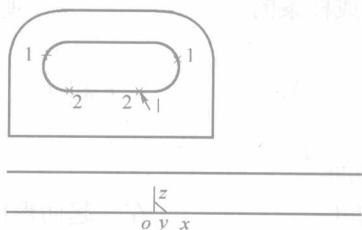

图 2-7 过渡操作
(9) 在等距线立即菜单中设置距离为 16，拾取直线 P2 的等距线，选择等距方向向下，生成等距线。
(10) 单击“曲线过渡”按钮，在立即菜单中选择“尖角”过渡方式，拾取需过渡曲线，完成的结果如图 2-7 所示。